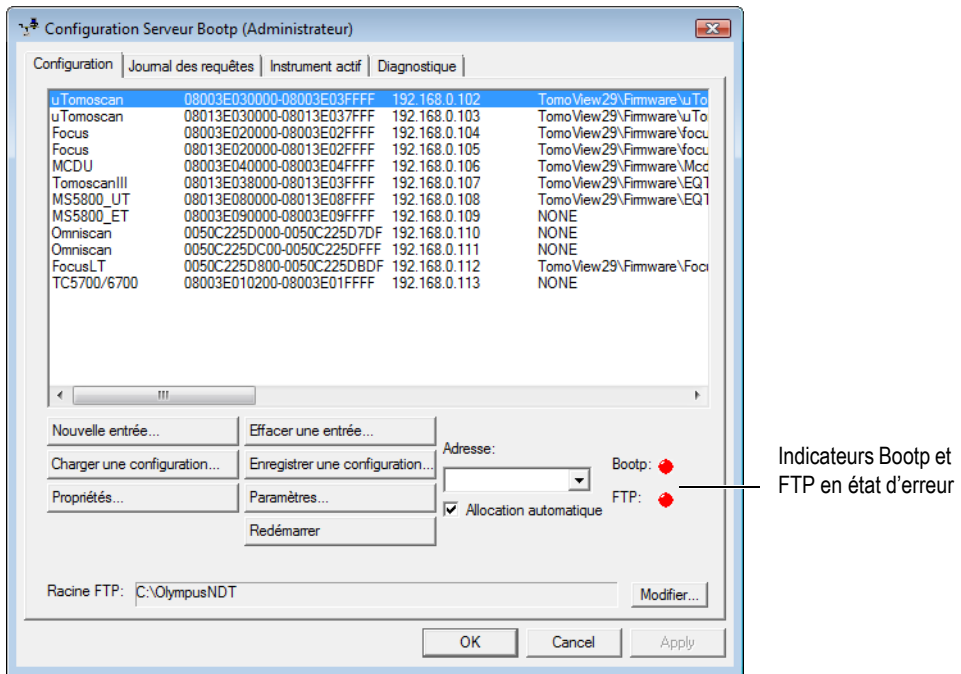

Figure 9-2 Boîte de dialogue Configuration Serveur Bootp indiquant une erreur
- g) Cliquez sur **Redémarrer** (voir la Figure 9-2 à la page 460) dans la boîte de dialogue **Configuration Serveur Bootp (Administrateur)** si l'indicateur **Bootp** ou **FTP** clignote en rouge.